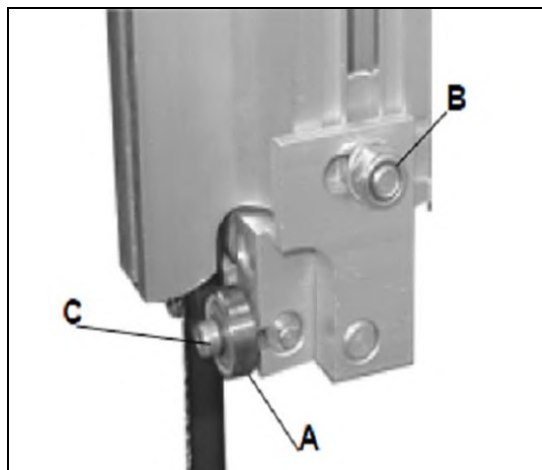

Fig 24
Løsn møtrikken (B, Fig 24) og positionér styret foran og bagpå, så tænderne har en afstand på cirka 2 mm til de tværgående ruller (A).